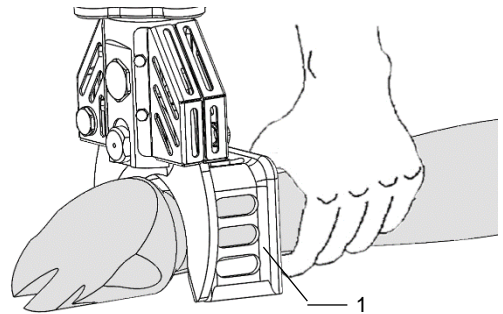

Abb. 6.5 – Halten der Zange
- Einhandbedienung: Überprüfen Sie, das der Halter (1) richtig montiert ist, s. *Abb. 6.5–Halten der Zange!*